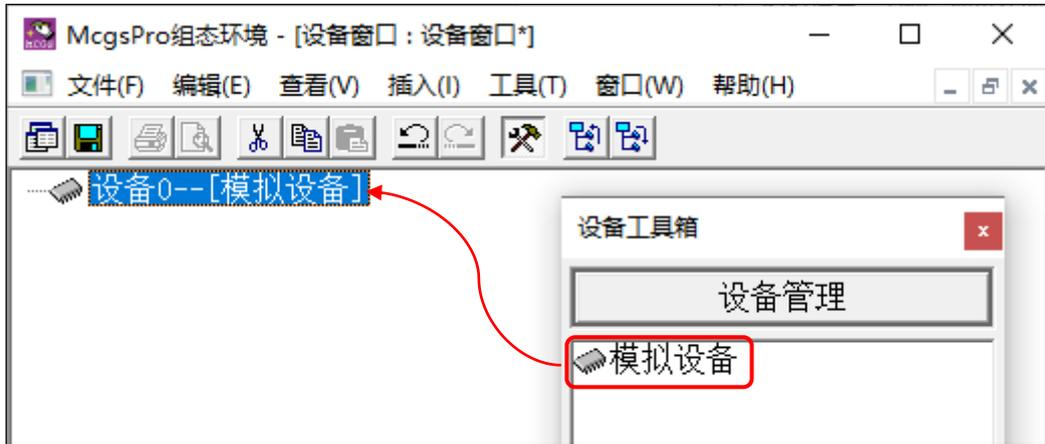

图 5.2-2 添加模拟设备
- ② 通道连接变量：双击图 5.2-2 中“设备 0--[模拟设备]”，进入图 5.2-3 所示的设备编辑窗口，点击“快速连接变量”，数据对象为“温度 01”，开始通道“1”，通道个数“1”，设置完成，点击“确认”；按照同样的操作，在通道 2 关联变量“压力 01”。